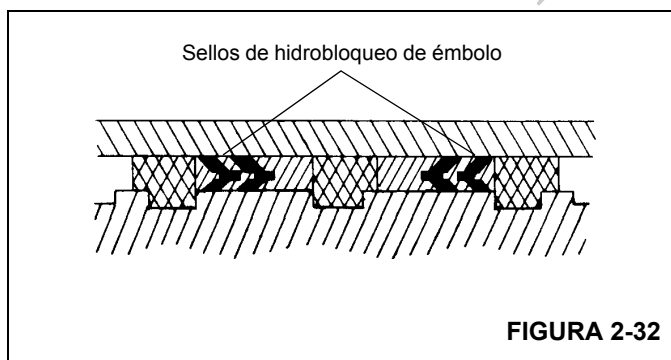

FIGURA 2-32
7. Instale los sellos de hidrobloqueo de repuesto en la parte exterior del émbolo. Asegúrese que las partes en V de los dos sellos de hidrobloqueo apunten la una hacia la otra (Figura 2-32).